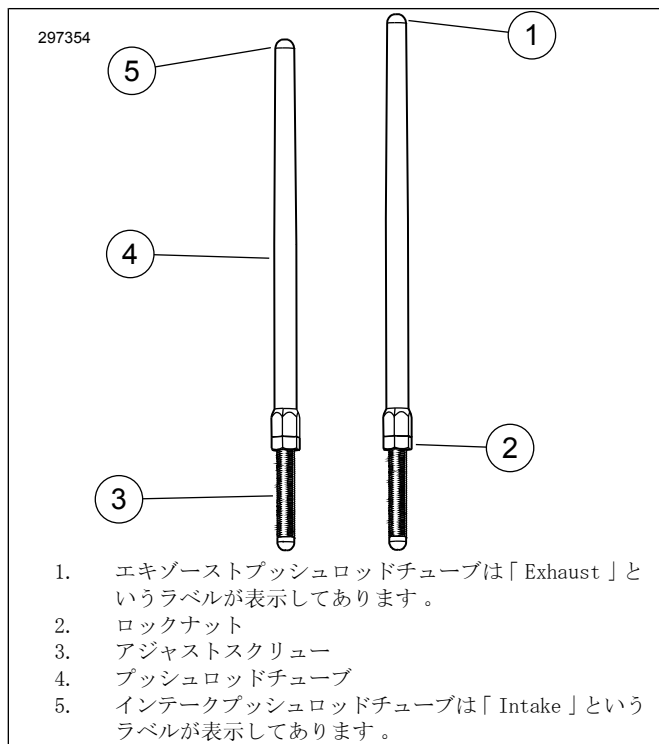

図1. アジャスタブルプッシュロッド
6. 図1を参照してください。すべてのプッシュロッドのロックナットを緩め、一番短い長さに調節します。